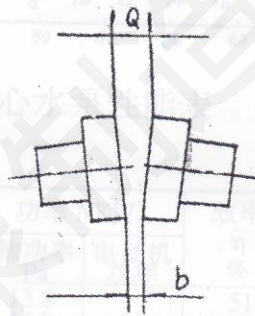

图 2
- c. 角度调整是保证联轴器的两个平面的平行度,检查平行度可用塞尺,两联轴器平面间的差值 $(a-b) \leq 0.06$ (参见图 2)。